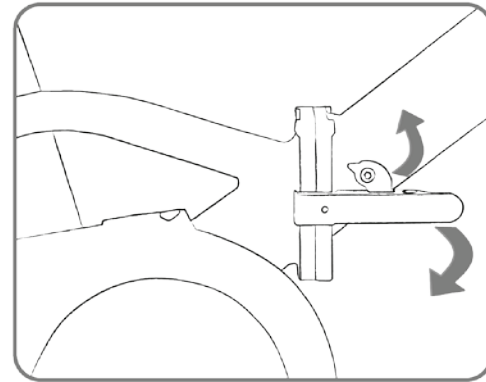
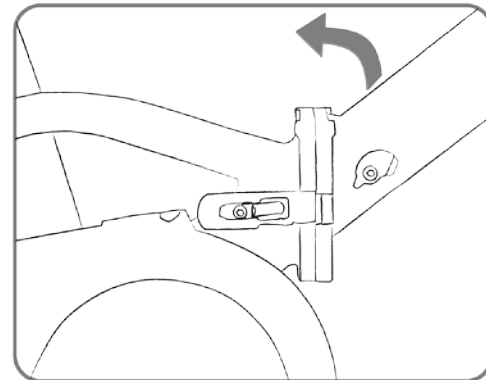

Abb. 1
Abb. 2
3. Lösen Sie den Hebel wie in Abbildung 1 und Abbildung 2 gezeigt.